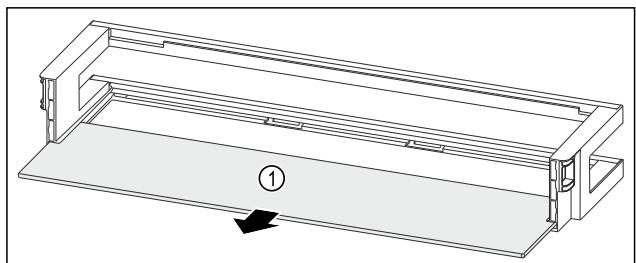

Fig. 124 Türabsteller mit Abstellfläche
- Abstellfläche Fig. 124 (1) entnehmen.